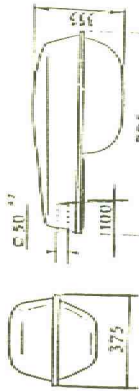

Рис.1
- 1.1. Светильники консольные РКУ15-250-101 У1 (рис.1) с разрядными лампами высокого давления предназначены для освещения улиц, дорог, площадей.